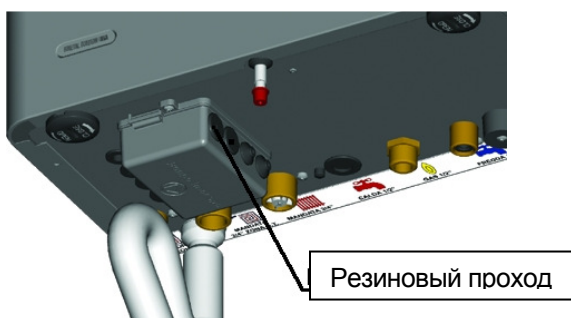

Рис. 18. Резиновый проход
- при помощи кабеля, через резиновый проход который находится в присоединительном комплекте (Рис. 18)